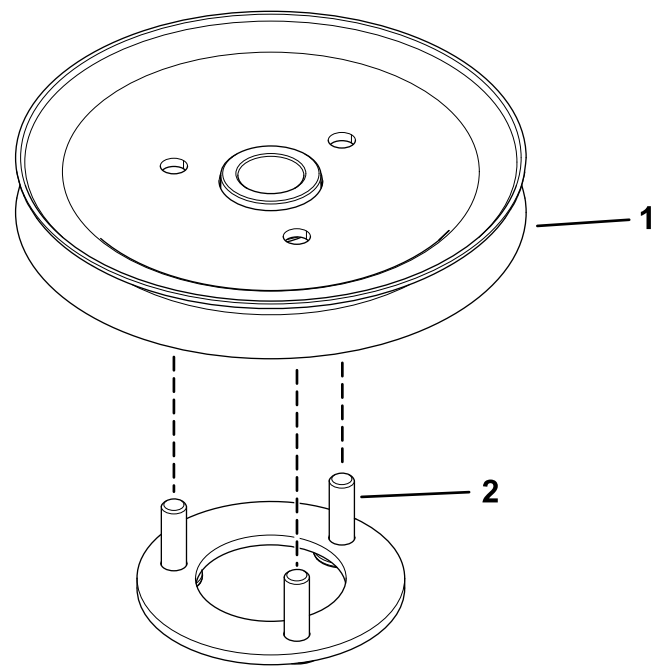

Figura 2
2. Inserite i prigionieri di montaggio della piastra della puleggia nei fori della gola (Figura 2).